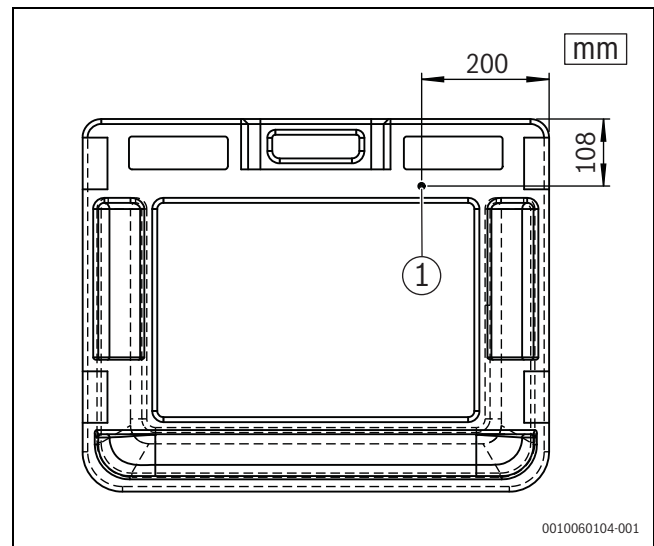

Bild 5 Vorbohrung des Seitenteils
- ▶ Mit einem 4-5 mm Bohrer ein Loch in das Seitenteil vorbohren (→ Bild 5, [1]).